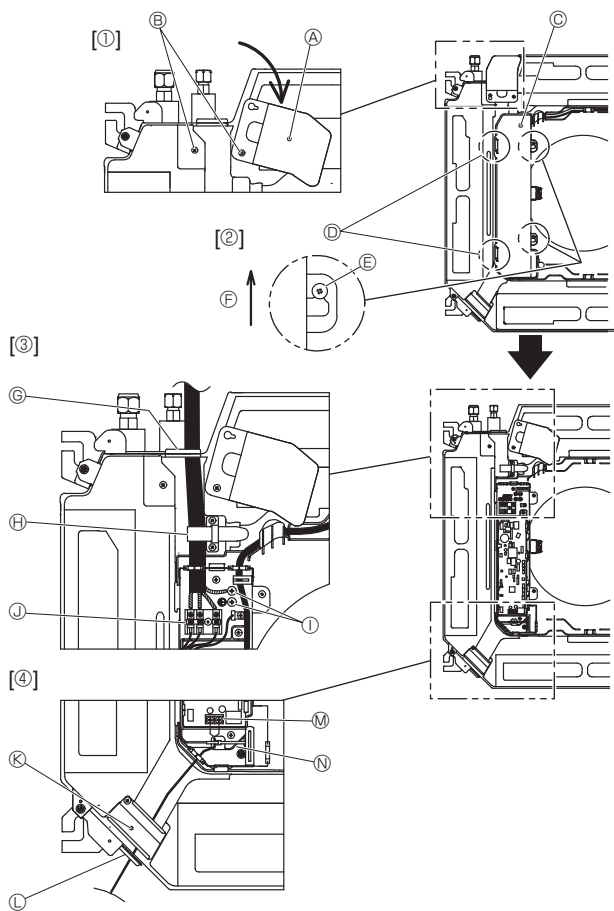
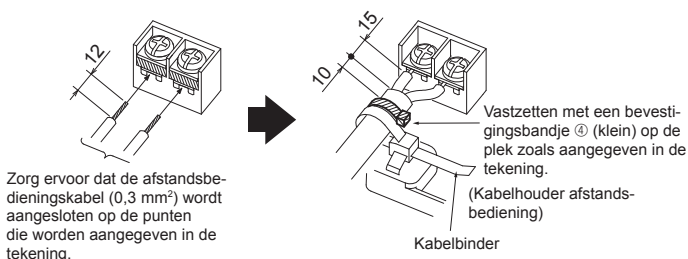

Fig. 6-1
Fig. 6-3
6.1. Binnenapparaat (Fig. 6-1)
- Maak de twee schroeven los waarmee het servicepaneel voor elektrische aansluiting vastzit en draai vervolgens het servicepaneel voor elektrische aansluiting. [Fig. 6-1 ①]
- Verwijder de twee schroeven waarmee de afdekking van de elektrische contactdoos vastzit en schuif de afdekking van de elektrische contactdoos opzij. [Fig. 6-1 ②]
- Haal de elektriciteitskabel, de verbindingkabel tussen het binnen-/buitenapparaat en de aardingskabel door de respectieve bedradingsingangen volgens het schema. [Fig. 6-1 ③]
Als u geen ronde krimpconnectoren kunt gebruiken, volg dan de procedure in Fig. 6-3~6-6.
- Leid en verbind de afstandsbedieningskabel via de bedradingsingangen volgens het schema. [Fig. 6-1 ④, Fig. 6-3]